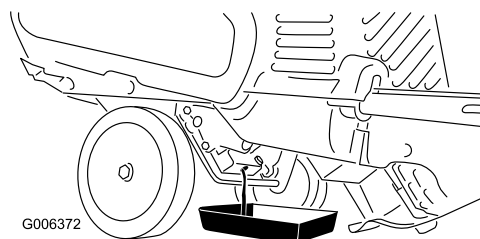

Figura 23
3. Coloque un recipiente de aceite usado debajo del tapón de vaciado de aceite, retire el tapón de vaciado de aceite e incline la máquina hacia atrás, y drene el aceite usado en el recipiente (Figura 23).